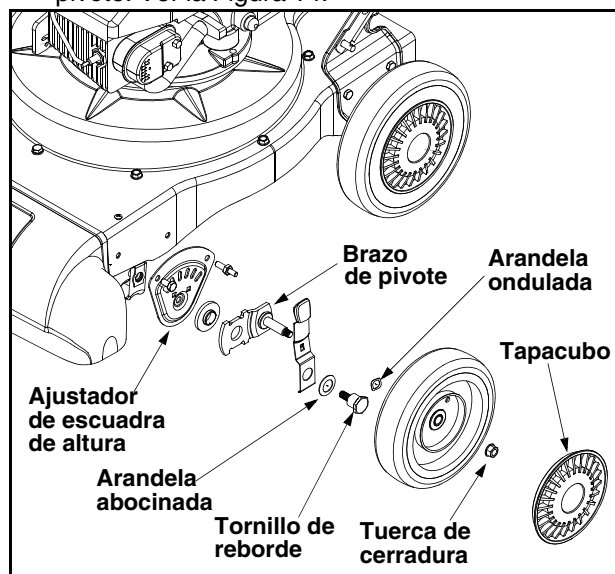

Figura 14
- Quite los tapacubos delanteros, ciérrese chiflado, ruedas delanteras, y las arandelas de onda(ola) que atan a las asambleas de brazo de pivote. Ver la Figura 14.